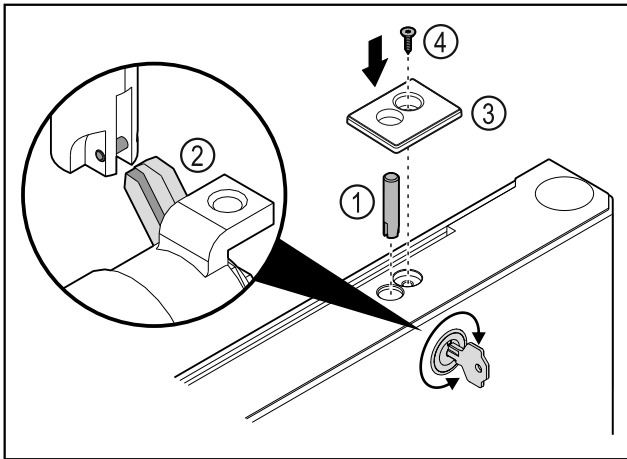

Fig. 47
- Zasuňte zámkový čep Fig. 47 (1).
- Mírně otočte zámkem, aby se zámkový čep Fig. 47 (2) zacvaknul do vybrání zámku.
- Nasadte kryt Fig. 47 (3).
- Vložte šroub Fig. 47 (4).